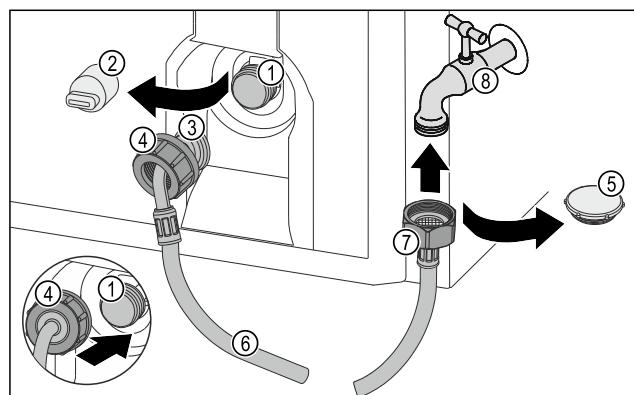

Fig. 15
- Зніміть захисний ковплак Fig. 15 (5).
- Приєднайте прямий кінець шланга Fig. 15 (7) до водяного крана Fig. 15 (8).
- Затягніть гайку на прямому кінці шланга Fig. 15 (7) за годинниковою стрілкою.